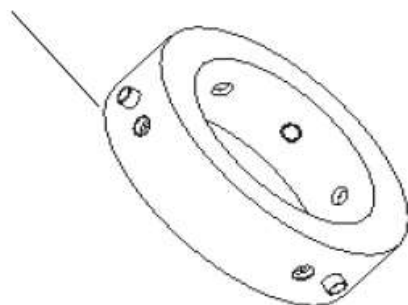

Рис. 51-1
9.6.2.1. Установите три штифта (6x16) из нержавеющей стали во втулку ХМ 8210.303.3 под углом 120°. Штифты должны выступать на 5мм снаружи и не должны заходить на внутренний диаметр (Рис.51-1, 51-2).